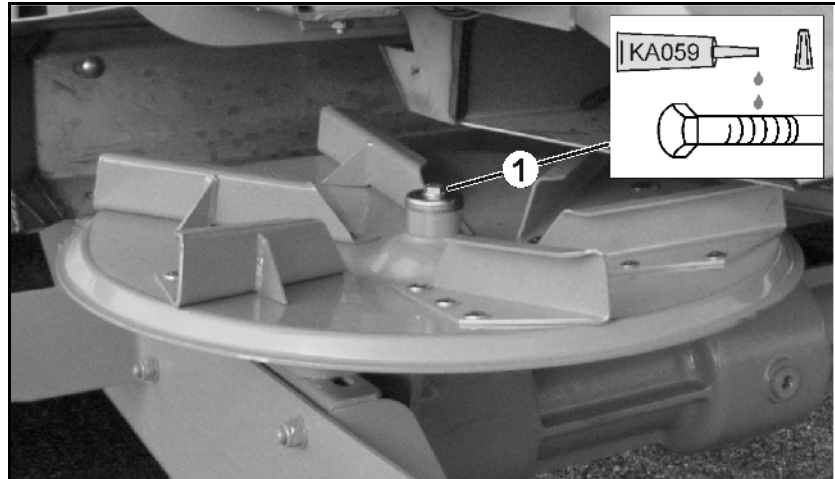

Рис. 109
1. Открутите шестигранный болт M10 (Рис. 109/1) lösen.